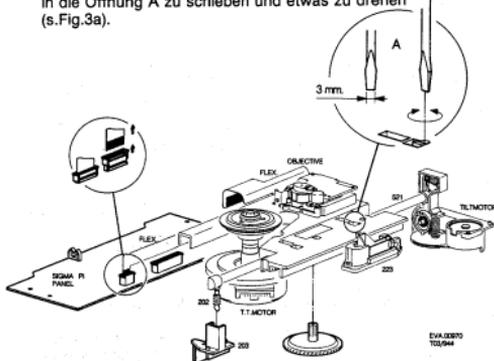

Fig. 3
1.1.2 Montage des Schlittens (s.Fig.3 und 3a)